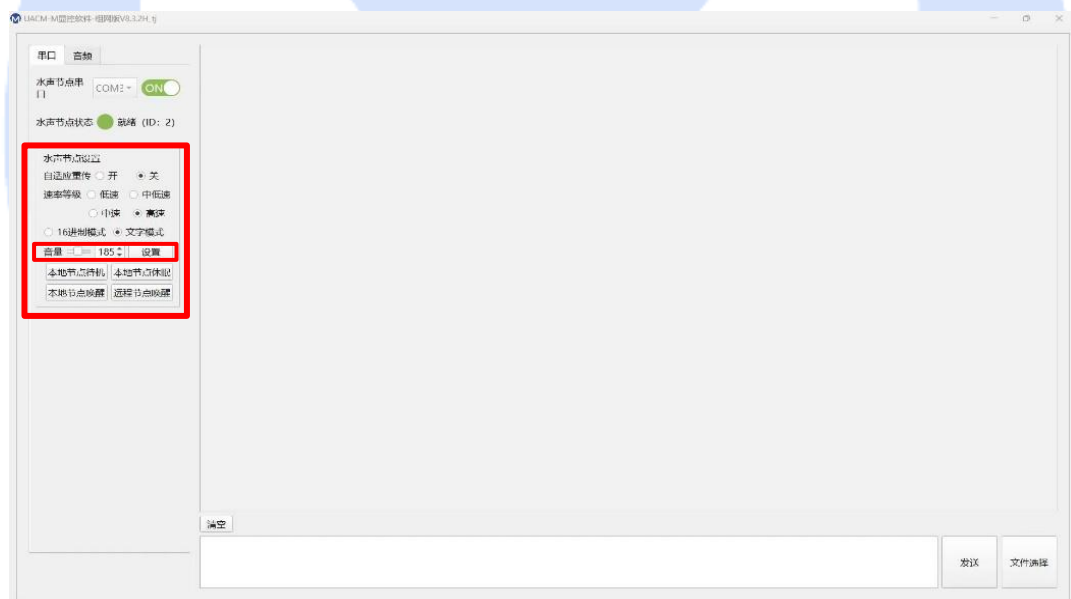

图 12 水声节点设置示意图
3) 水声节点设置：在下方“水声节点设置”框内，按需调整发射速率、显示格式、音量等参数，调节音量可以用鼠标按住滑块左右滑动调节，也可以在旁边的音量数值框内编辑数值来调节（音量参数范围：0-255），示例见图 12：